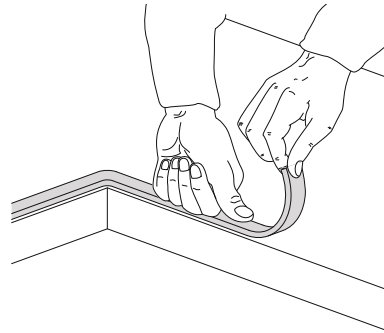

Abb. 4: Anbringen der Isolierdichtung
- Legen Sie die mitgelieferte Isolierdichtung sorgfältig auf den äußeren Rand der Einbauöffnung und drücken Sie ihn auf seiner ganzen Oberfläche leicht von Hand [Abb. 4] an.